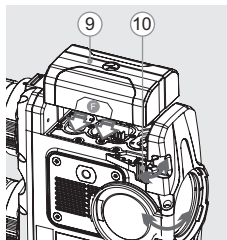

Fig. 3
- Soulevez le levier (10).
- Installez la batterie (9) dans la fente spéciale sur le boîtier de l'appareil afin que l'élément F (Fig. 3) apparaisse par en dessous.